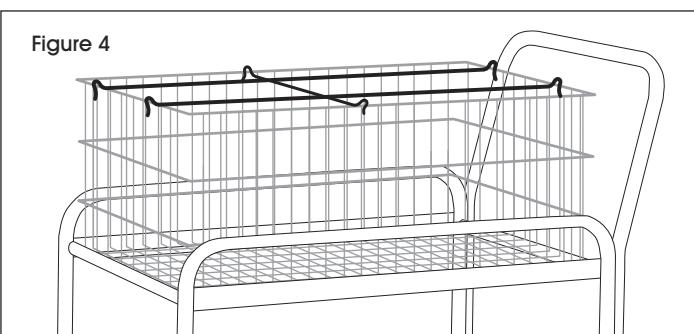

Figure 4
3. Installez les tiges de guidage sur le panier supérieur. (Voir Figure 4)